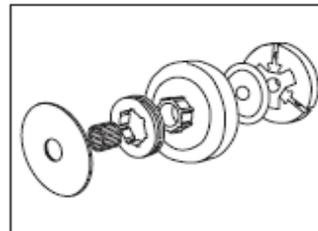

Fig. 2
- * Faça deslizar uma fina anilha metálica no veio de accionamento, assim como o rolamento de agulhas e o cárter de embraiagem com o carreto periférico no veio (Fig.2).